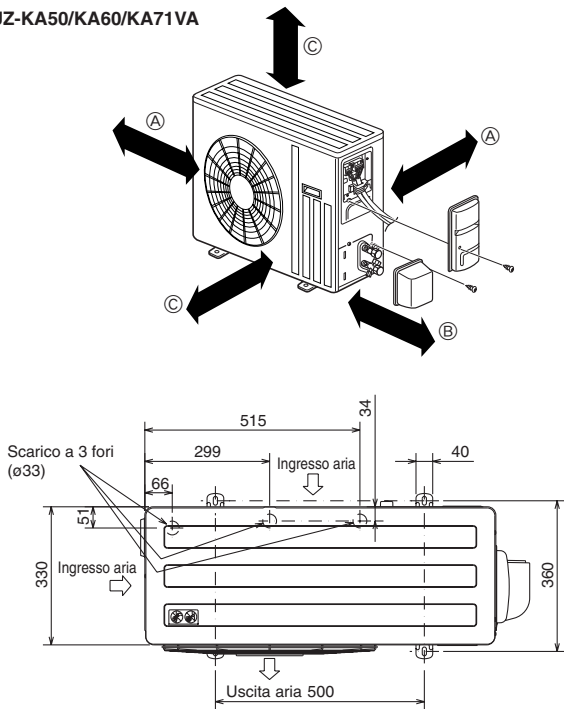

Fig. 3-1
3.1. Sezione esterna (Fig. 3-1)